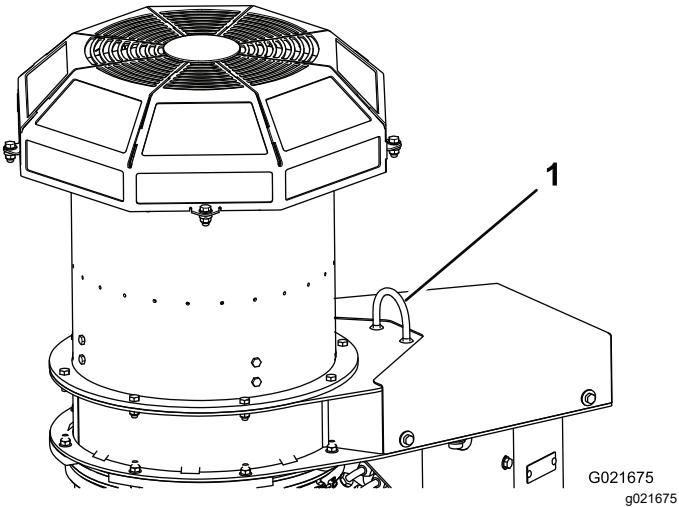

図 7
8. パレットからストラップを外し、そのストラップをブロアの吊り上げ用ループに掛ける図 7。